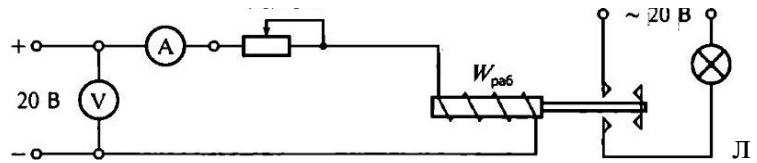

Рис. 11.2. Схема ЭЦ для испытаний электромагнитного устройства на постоянном токе
3.3. Собрать ЭЦ в соответствии с рис. 11.2. Ручку «Рег. IВ» установить в крайнее положение по часовой стрелке (соответствует минимальному значению тока). После проверки схемы преподавателем включить питание стенда, при этом должны загореться соответствующие сигнальные лампы, показанные на рис. П. 3 приложения.